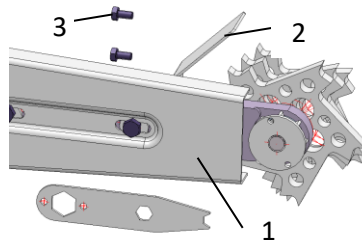

Abb. 4.: Montage Schutzblech
- > Montieren Sie das Schutzblech an dem Schwert (1 – Abb. 4).
- > Die Nutenfräse verfügt über ein weiteres Schutzblech (2 - Abb.4). Dies wird mit zwei Sechskantschrauben (3 – Abb.4) an das Gehäuse angeschraubt.